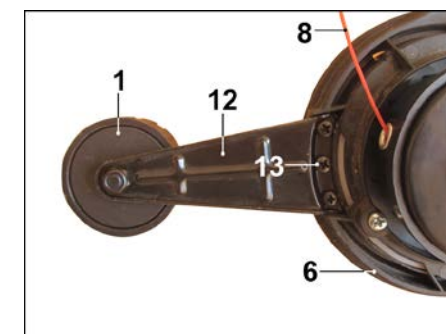

Рисунок 5.
6.3. Установка ролика (Рисунок 5).